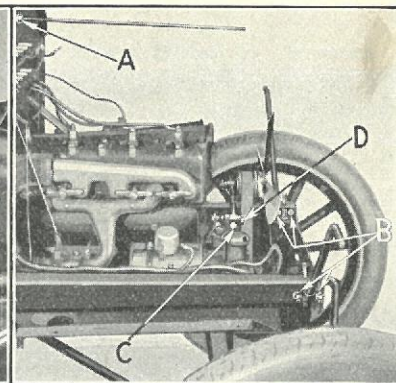

Fig. 22
- (f) Udtag Kølerbardunen ved at skru Møtrikken »A« af (se Fig. 22).
- (a) Udtag de fire Forskærmsstiverbolte »B« (Fig. 22), Kølerskærmen kan da trækkes over Startsvinget.
- (a) Løs Justeringsskruen »C« (Fig. 22).